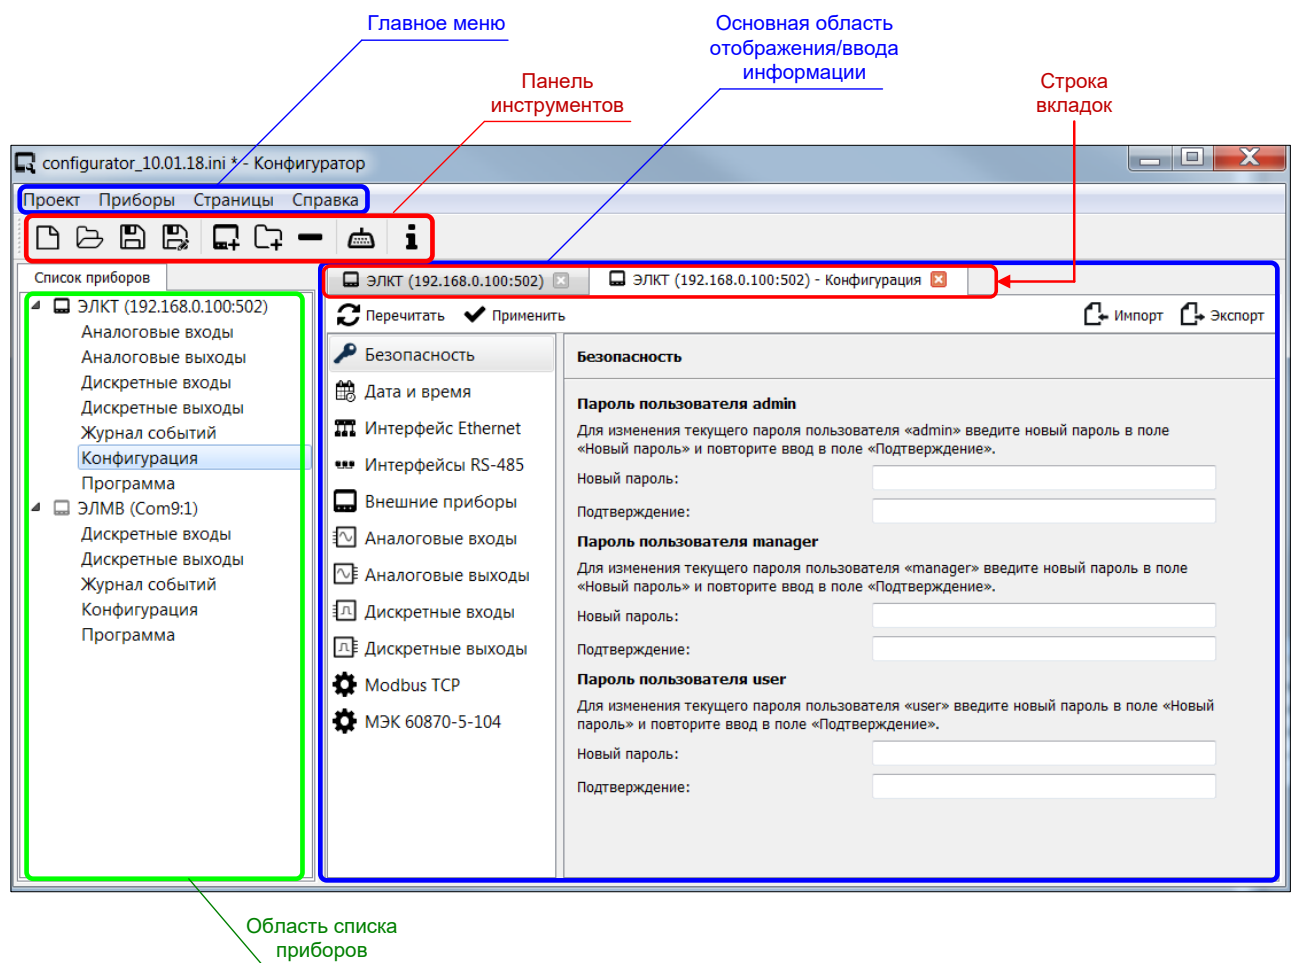

Рисунок 2 – Структура главного окна программы «Конфигуратор»
3.4.3.1 После запуска программы (ПО) «Конфигуратор» на экран выводится главное окно программы «Конфигуратор». Главное окно программы содержит в себе следующие элементы (см. Рисунок 2):